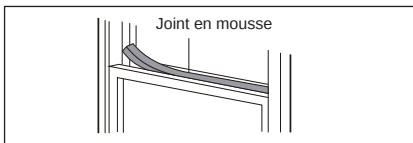

Fig. 17
7. Coupez le joint en mousse à la longueur appropriée et bouchez l'espace entre la fenêtre à guillotine supérieure et la fenêtre à guillotine extérieure, comme illustré sur la Fig. 17.